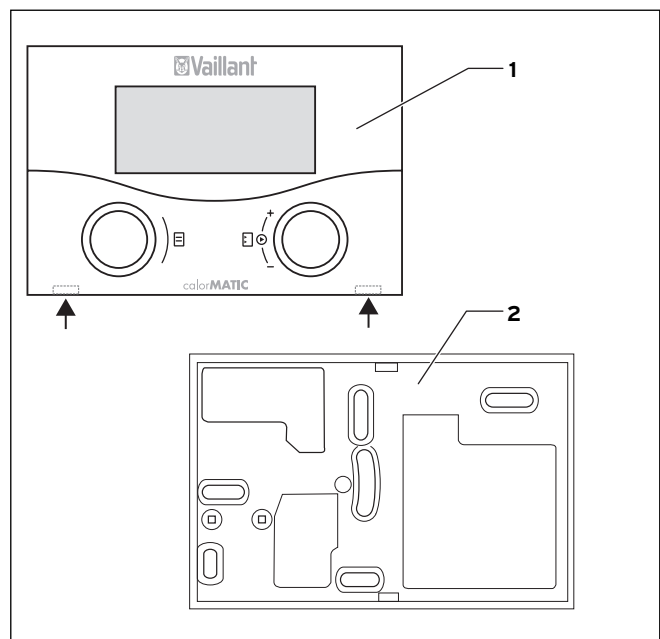

Fig. 5.1 Rimozione di calorMATIC 392f
⇒ Staccare la centralina di termoregolazione (1) dal supporto murale (2) inserendo un cacciavite in corrispondenza delle due linguette d'arresto (vedere freccia in fig. 5.1).